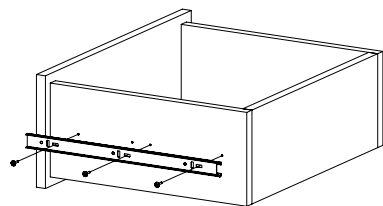

Рис.9
8. Закрепите внутренние планки направляющих на деталях 6 и 7 шурупами 3,5х16 (Рис. 9). При необходимости регулировки ящика выкрутите шурупы из круглых отверстий и перекрутите в овальные (продольные и вертикальные регулировочные отверстия). Не затягивая до конца шурупы, сместите ответную планку вверх-вниз. Затяните шурупы до конца.